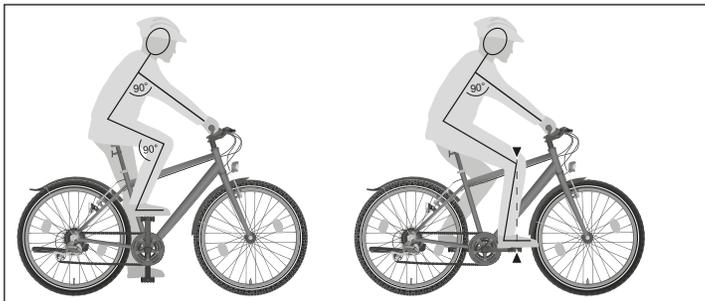

Abb.: H-10 Zwei Merkmale einer optimalen Sitzposition.
- Wenn ein Pedal oben steht, betragen der Kniewinkel des oberen Beins und der Armwinkel 90° . Das untere Bein ist leicht gebeugt (siehe Abb.: H-10, links).
- Wenn ein Pedal vorne steht, befindet sich das Knie über der Achse des vorderen Pedals (siehe Abb.: H-10, rechts).